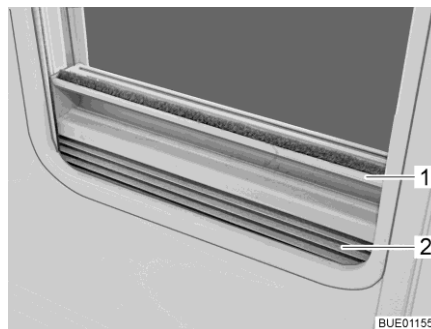

Fig. 55 Estor plegable
- Cerrar:** ■ Sujetar el estor plegable (Fig. 55,2) por el centro del agarradero (Fig. 55,1), tirar de abajo a arriba y soltarla a la altura deseada. El estor plegable se queda fijo a esta altura.